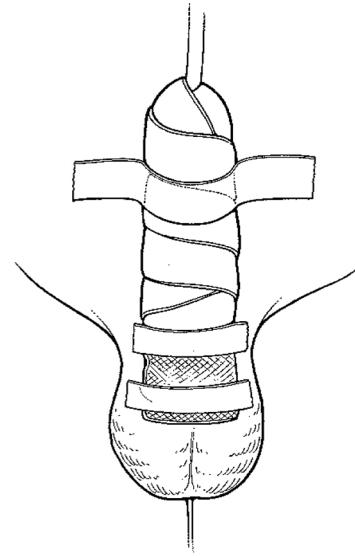

Figura 4-24. Colar o pênis ao abdómen
5. Utilizando fita adesiva, cole o pênis ao abdómen (**figura 4-24**).